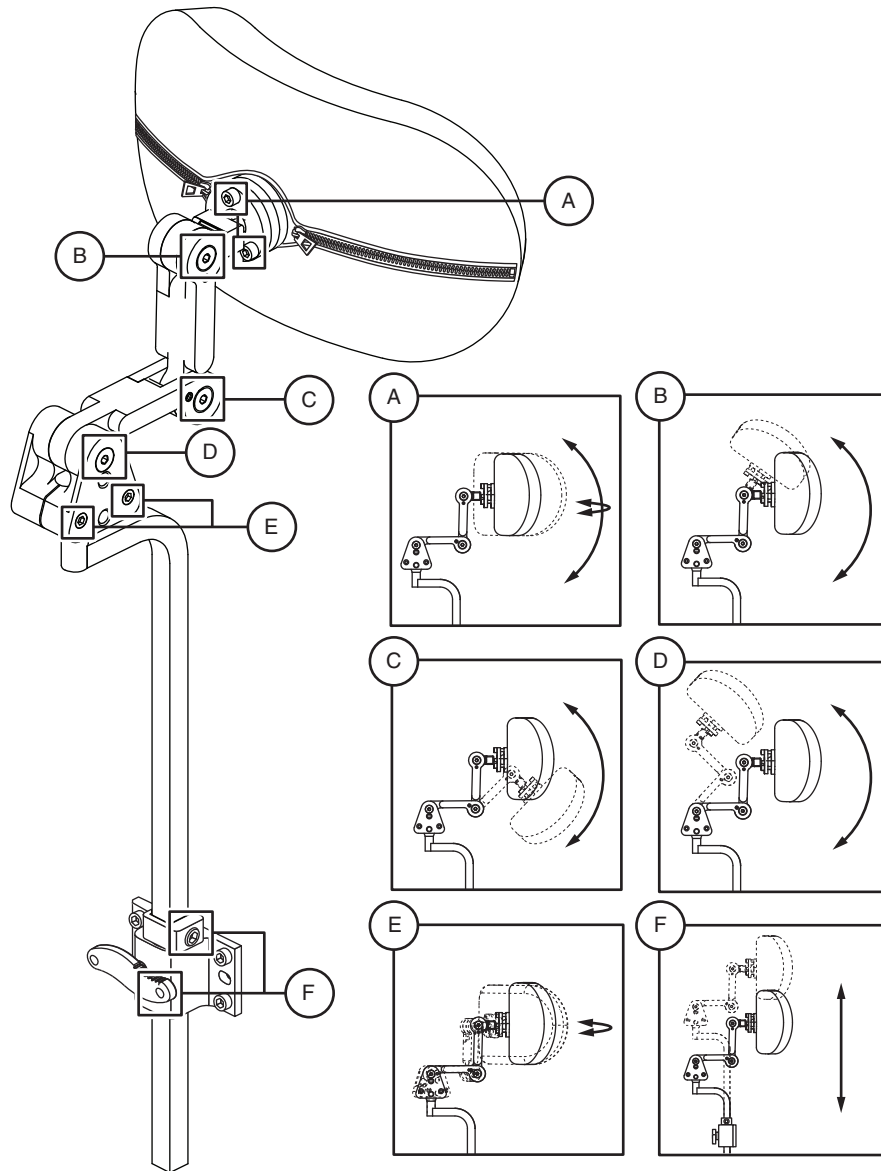

Figure 15. Composants de réglage de l'appui-tête
- Desserrer les vis de réglage qui correspondent aux réglages souhaités. **Voir la figure 15.**